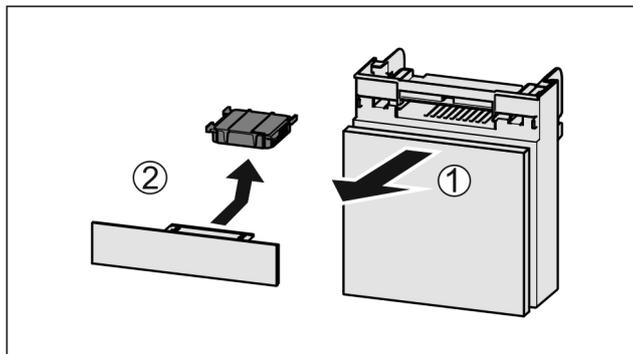

Fig. 120
- ▶ Издърпайте Fig. 120 (1) напред от отделениято.
- ▶ Извадете Fig. 120 (2) филтърът с активен въглен.